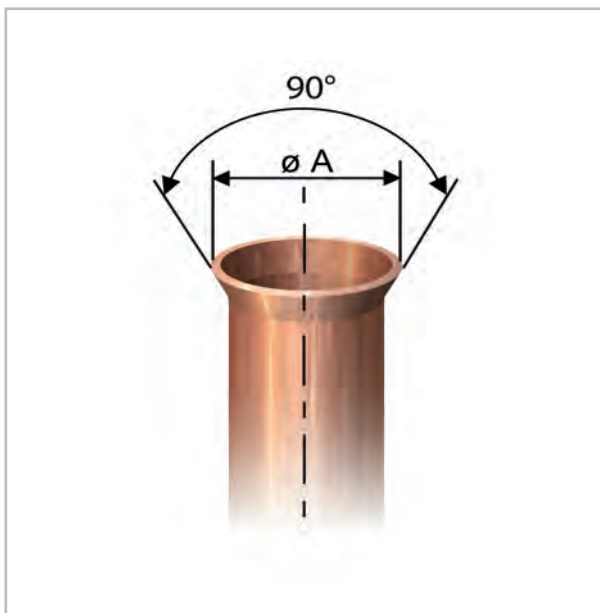

Abb. 35: Korrekte Bördelform
9. Überprüfen Sie, ob der Bördel eine korrekte Form aufweist (Abb. 35).